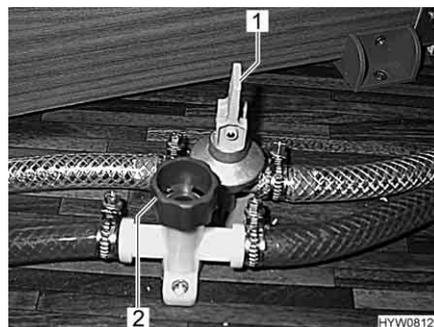

Fig. 141 Rubinetti di scarico
- Chiudere tutti i rubinetti di scarico per il boiler. Posizionare la leva a bilanciere (Fig. 141,1) orizzontalmente o ruotare il tappo (Fig. 141,2) in senso orario.
- Aprire tutti i rubinetti di scarico per il boiler. Posizionare la leva a bilanciere (Fig. 141,1) verticalmente o ruotare il tappo (Fig. 141,2) in senso antiorario.